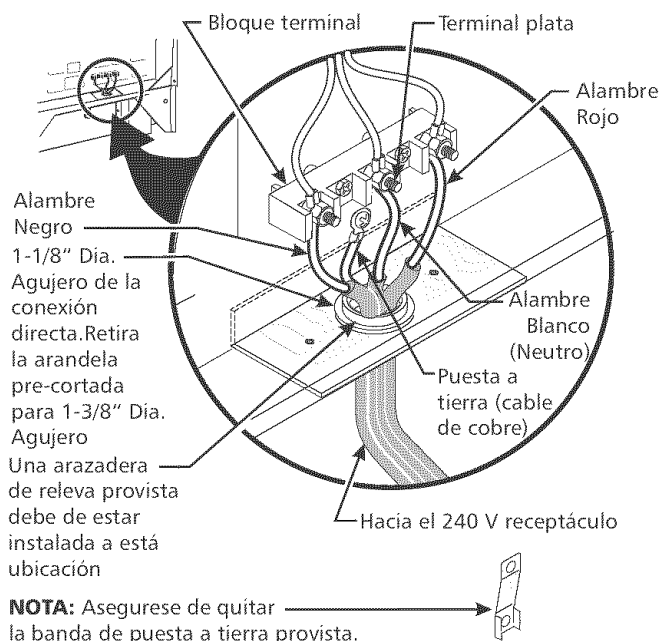

Figura 5
Para las casas sobre ruedas, las nuevas instalaciones, en los vehículos de recreación o en las áreas donde los códigos locales no permiten la conexión del conductor a tierra al neutro, un ensamblaje de suministro eléctrico de 4 conductores para estufas, clasificado a 125/250 voltios mínimo, 40 amperios mínimo, debe de ser utilizado (ver la figura 5).
4. Conecte el alambre de puesta a tierra (verde) del cordón eléctrico de cobre al marco del artefacto con el tornillo de puesta a tierra, usando el agujero en el marco donde se quitó el tornillo de puesta a tierra (vea Figura 5).
Si el aparato está conectado directamente al cortacircuito, a la caja de fusibles o a la caja de empalmes, use un cable blindado flexible o no metálico recubierto de cobre (con alambre a tierra). Provee una abrazadera relevo de anclaje homologado UL a cada extremidad del cable. A la extremidad del electrodoméstico, el cable pase a través del agujero de la conexión directa (ver Figura 5) en el cordón de la placa de montaje. El tamaño de los alambres (**alambre de cobre solamente**) y las conexiones deben estar conforme al régimen del electrodoméstico.